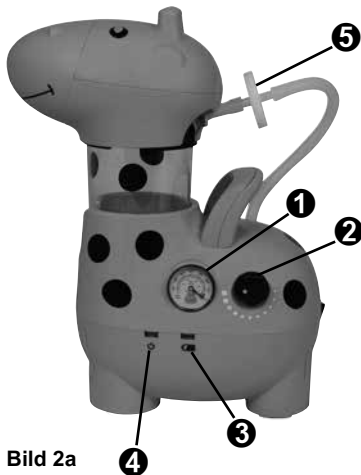
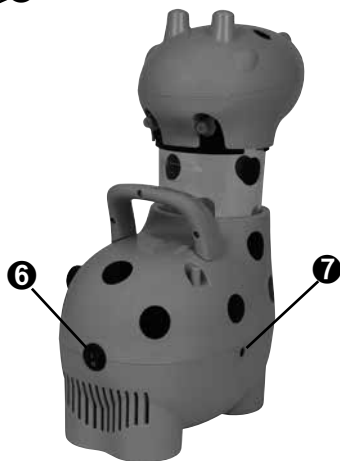
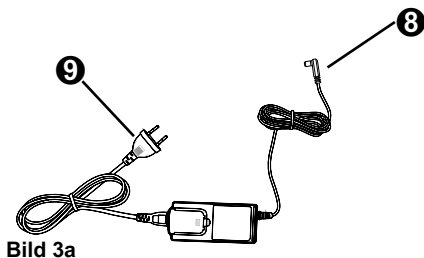
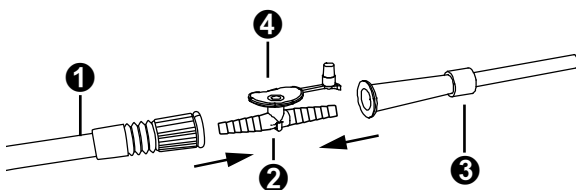

Bild 2a
Bild 2b
Bild 3a
Bild 5
- Schalten Sie das Gerät mit Hilfe der Taste EIN/AUS ein (Bild 2b, ❷). Leuchtet die Betriebs-Statusanzeige (Bild 2a, ❹) grün, ist das Gerät betriebsbereit. Leuchtet die Betriebs-Statusanzeige (Bild 2a, ❹) gelb, muss der Akku aufgeladen werden. (s. Kapitel 3.4).
Geladen wird der Akku über den 12 V Geräte-Niederspannungsanschluss. Während der Ladung leuchtet die Akkukapazität-Statusanzeige (Bild 2a, ❸) grün blinkend. Ist der Akku vollständig geladen, leuchtet die Akkukapazität-Statusanzeige (Bild 2a, ❸) grün. Das Gerät kann mit dem Netzteil (Bild 3a) oder dem KFZ-Anschlusskabel (Bild 3b) geladen oder betrieben werden.
Niederspannungskabel des Netzteils (Bild 3a, ❽) an den Geräte-Niederspannungsanschluss des Gerätes anschließen (Bild 2b, ❷). Netzstecker des Netzteils (Bild 3b, ❹) in die Steckdose einstecken.
Geräte-Niederspannungsanschluss (Bild 2b, ❷) mit der Zigarettenanzünder-Buchse des Fahrzeuges verbinden. Hierfür das spezielle KFZ-Kabel benutzen (Bild 3b).
- Steuern Sie den Absaugvorgang mit der Nebenluftöffnung (Bild 5, ④) am Fingertip.
- Verbinden Sie den Absaugschlauch (Bild 5, ①) und den Absaugkatheter (Bild 5, ③) mit Hilfe des Fingertips (Bild 5, ②).
- Stellen Sie Ihr gewünschtes Vakuum ein, indem Sie die Nebenluftöffnung des Fingertips (Bild 5, ④) zuhalten und das Vakuum aufbauen lassen. Dann drehen Sie den Vakuumregler (Bild 2a, ②) so weit, bis das Vakuummeter das gewünschte Vakuum anzeigt.
- Wählen Sie einen Absaugkatheter (Bild 5, ③) in der richtigen Größe oder ein Absaugbesteck aus, das über den Fachhandel bezogen werden kann.